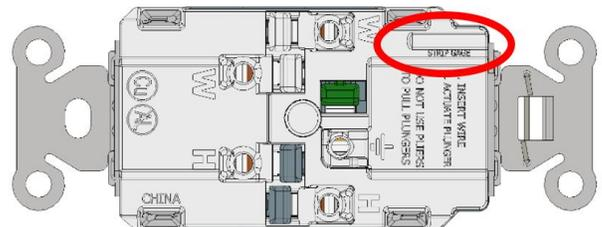

Fig. 5
- Pele el conductor según el calibre de pelado de la Fig. 5 (9/16").